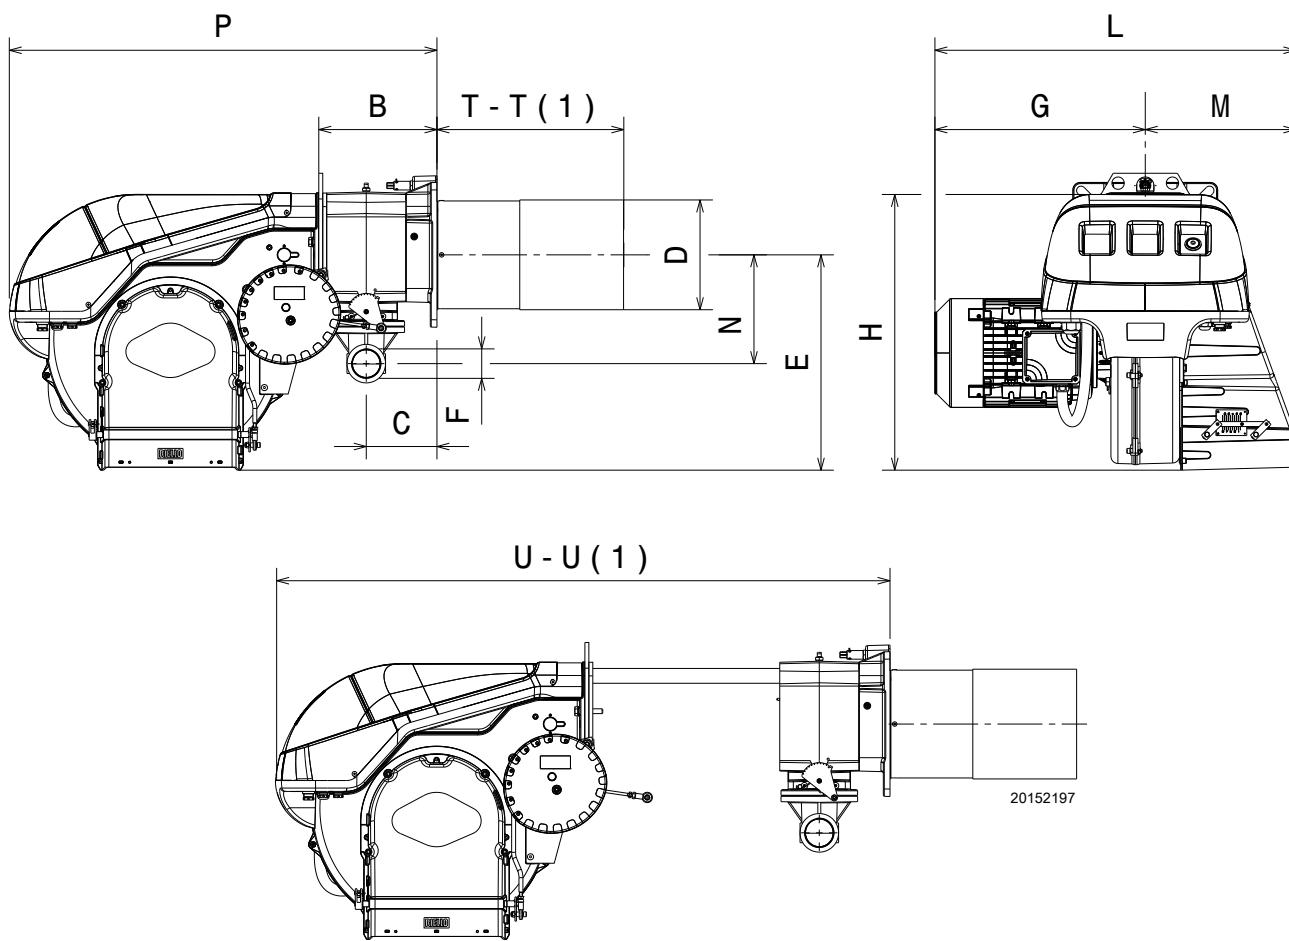

图 1
燃烧器的最大尺寸见图 1。
* 锅炉炉门的最大厚度见尺寸 "I"。（图 1 页 8）。